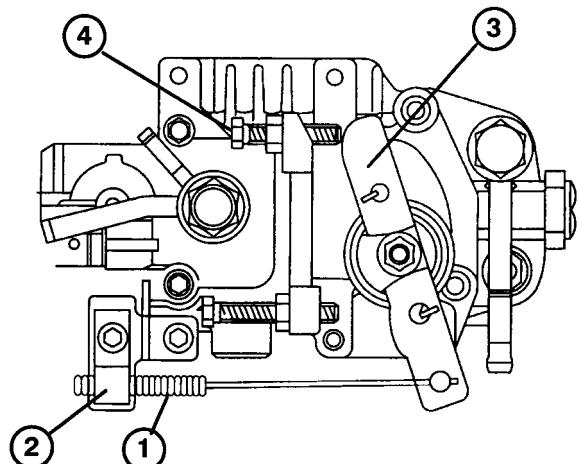

図37
1. エンジン側のスロットル・コントロール・レバー(図37)をSLOW位置にセットする。
2. ケーブルをエンジンに固定しているケーブル・クランプのネジ(図37)をゆるめる。
3. 速度コントロール・レバーがアイドル調整ネジに当たるまでケーブルをしっかりと引く(図37)。
2. アイドル調整ネジ(図37)のロックナットをゆるめる。